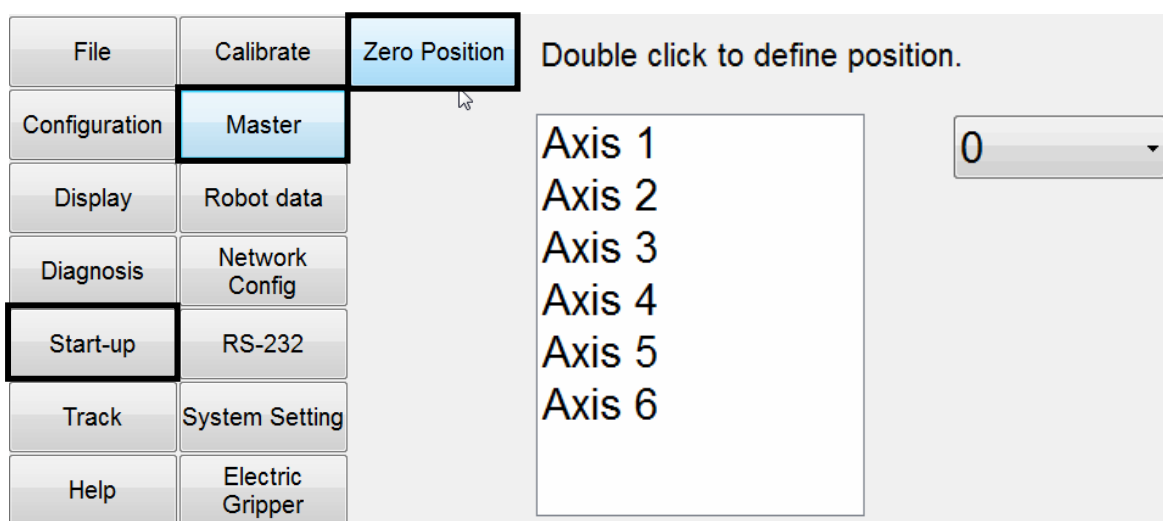

図 4-9 ソフトウェアによる原点位置の再設定
Step3. メインメニュー>>Start-up>>Master>>Zero Position(図 4-9 のとおり) をクリックします
Step4. 校正したい軸を選択し、ダブルクリックして原点位置を再設定します (図 4-9 のとおり)